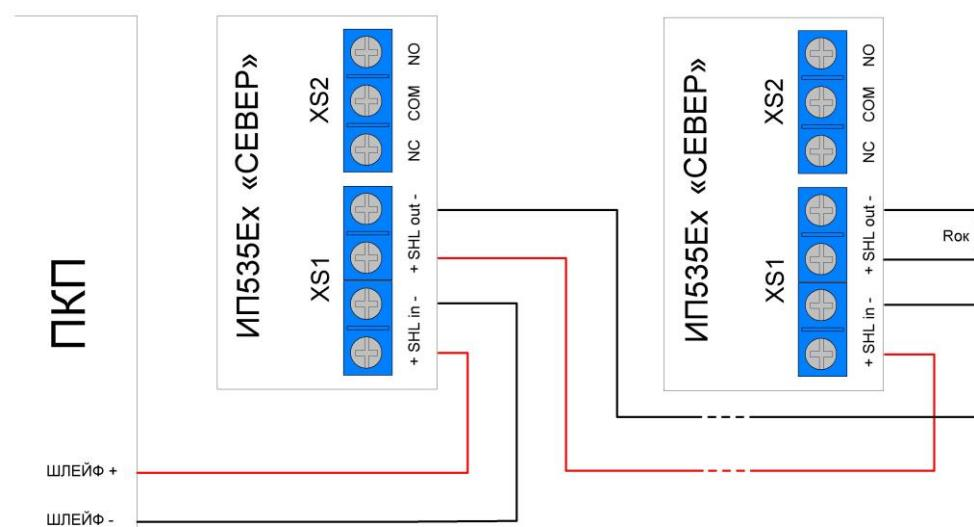

Рис.2. Схема подключения извещателей в шлейф
- 5.3 Подключите провода шлейфа через герметичные кабельные вводы к клеммам на плате извещателя согласно схеме приведенной на Рис.2